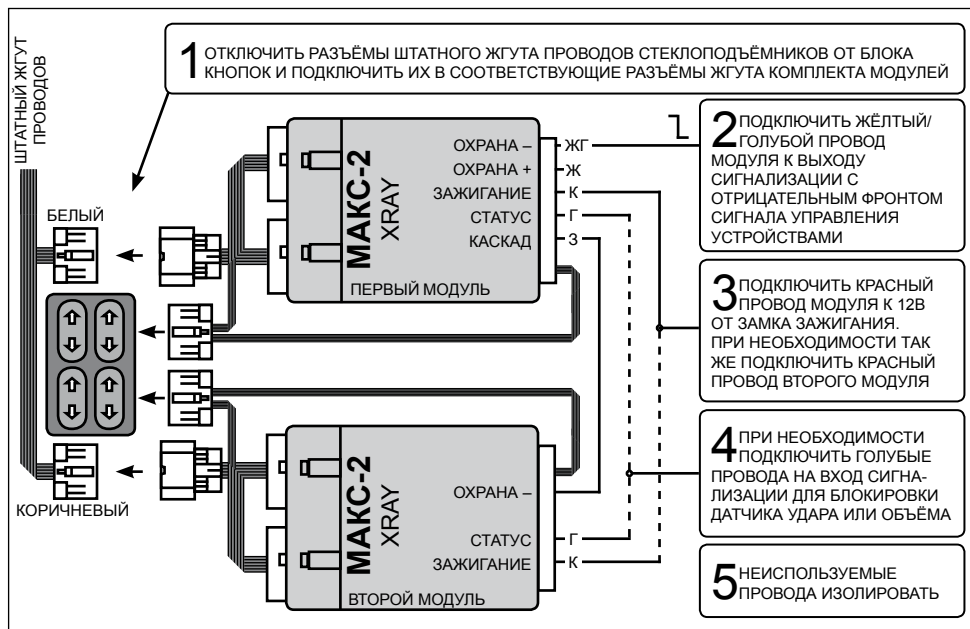

Рисунок 3. Схема подключения комплекта модулей МАКС-2 XRAY к сигнализации с отрицательным фронтом на выходе управления внешними устройствами
5.6 Модуль устанавливается рядом с блоком кнопок стеклоподъёмников водителя. Отключите разъёмы штатного жгута проводов от блока кнопок. Подключите первый модуль к белым, а второй модуль — к коричневым разъёмам (Рисунок 3).